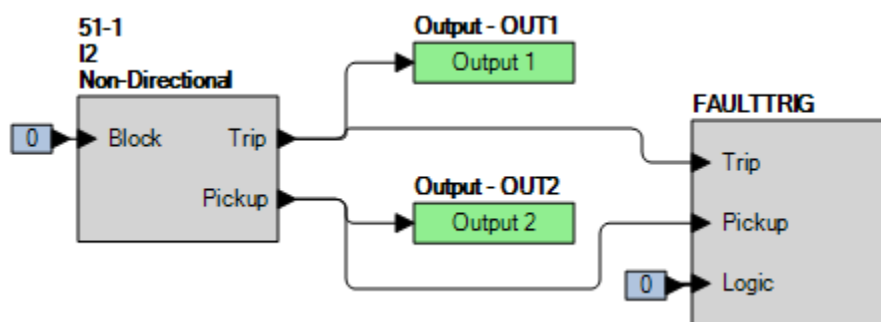

Figure 74-3. Paramètres BESTlogicPlus (mode I2)
Étape 2 : Utilisez BESTCOMSPlus pour configurer la Logique programmable BESTlogicPlus illustrée dans la Figure 74-3.
Étape 4 : Préparez la surveillance de l'exécution de la fonction 51-1. Cette exécution peut être vérifiée en surveillant la sortie OUT2 (voir Figure 74-3).